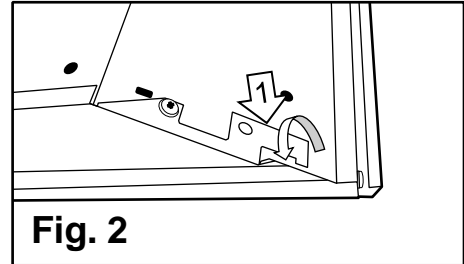

Fig. 2
4. Desde lo alto del techo, asegure el luminario a la barra-T doblando los **ganchos** (#1) en las cuatro esquinas del luminario (**Fig. 2**).
5. Si el código local requiere, atar un alambre para al menos dos de los cuatro **ganchos** (#1) ubicados cerca de cada esquina del luminario a un miembro estructural (**Fig. 2**).